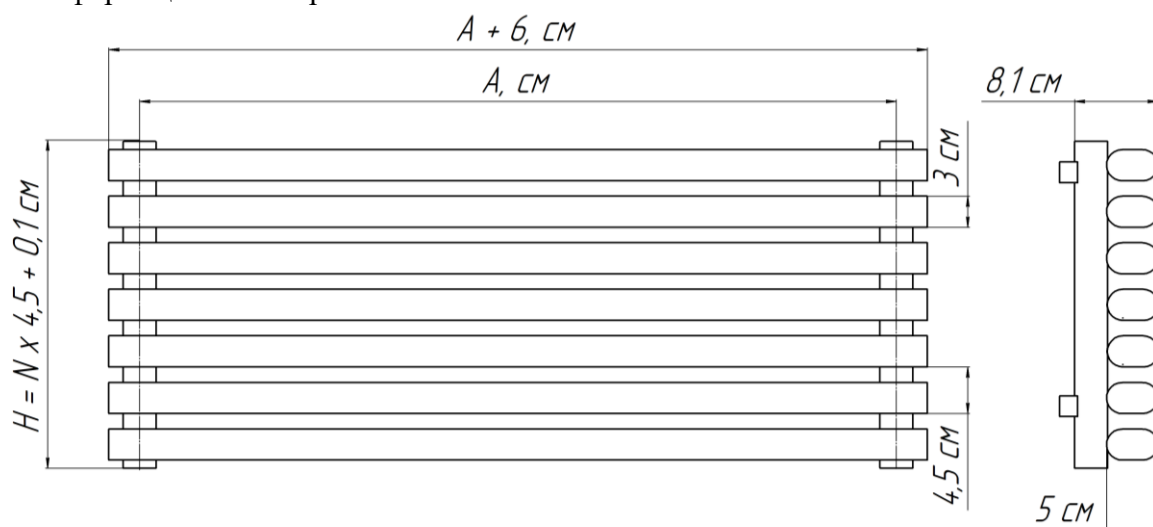

Рис. 1. Радиатор «ELLIPSE P H», где: А – межцентровой монтажный размер; N – количество секций; Н – габаритная высота.
2.1. Основные размеры и параметры радиаторов приведены на Рис.1 и в Таблице №1.